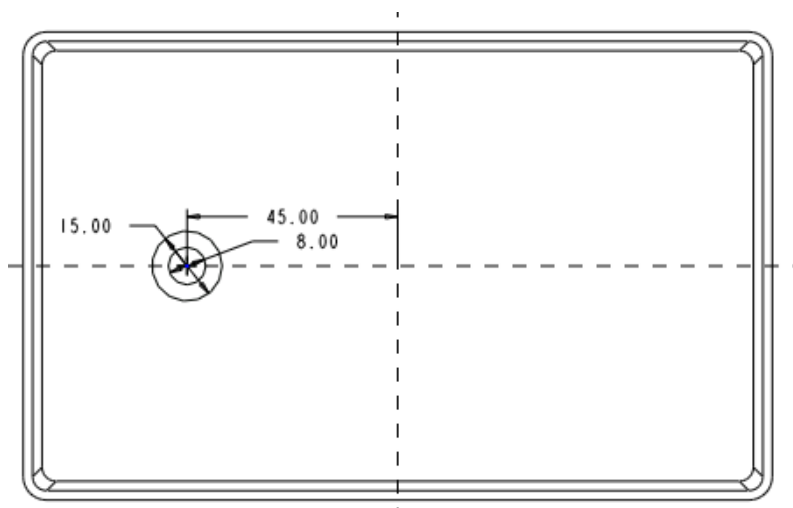

图 46-14
- (1) 单击拉伸工具按钮 ，打开拉伸特征操控板，设定拉伸长度为 15，其他接受系统默认设置。
- (2) 单击 ，打开【剖面】对话框，选择模型内底面为草绘平面，基准面 FRONT 为视图方向参照。
- (3) 绘制如图 46-14 所示的两个同心圆作为拉伸截面。